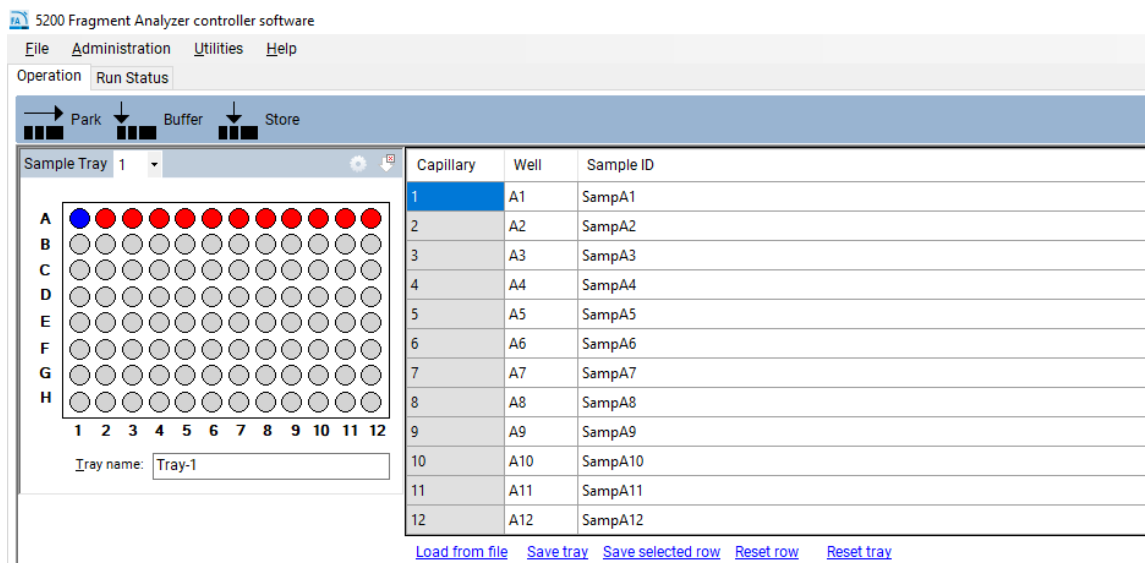

Figura 80 Introducción manual de los nombres de las muestras
- 3 Haga clic en **Save tray** (Guardar bandeja) o **Save selected row** (Guardar fila seleccionada) para guardar el archivo en formato .txt o .csv (**Figura 80**).